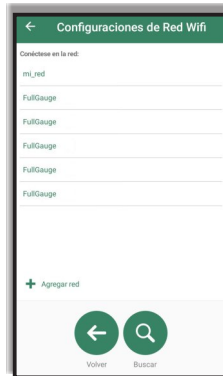

Figura 09
Paso 4: La pantalla siguiente será de **Configuraciones de Red Wi-Fi** (Figura 09), en que será configurada la red a la que el convertidor se debe conectar, simplemente clicando sobre su nombre en la lista. Si la red deseada es una red oculta, seleccione el botón **Adicionar red**, para configurarla manualmente.